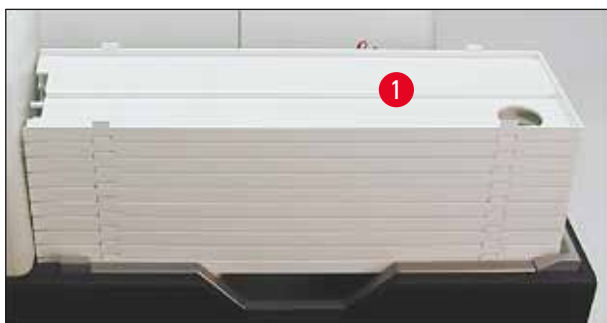

Fig. 43
1. Poser la pile de plateaux (→ "Fig. 43-1") sur la plaque élévatrice de la station de prélèvement (→ "Fig. 43").